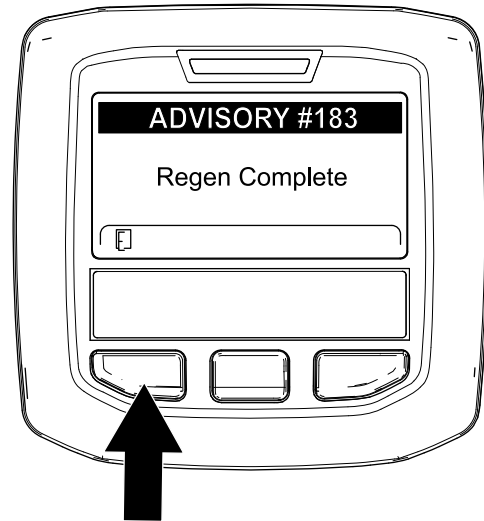

Bild 90
9. Wenn der Motorcomputer eine geparkte Regenerierung oder eine Wiederherstellung-Regenerierung abschließt, wird im InfoCenter ADVISORY #183 (Bild 90) angezeigt. Drücken Sie die linke Taste, um den Begrüßungsbildschirm anzuzeigen.